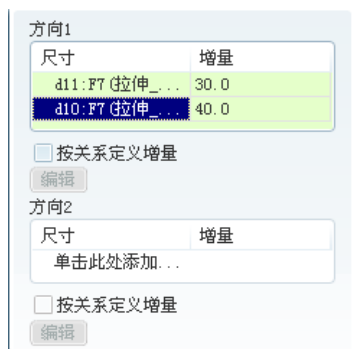

图 5.23.10 “尺寸”界面
(1) 在操控板中单击 **尺寸** 按钮,系统弹出图 5.23.10 所示的“尺寸”界面。